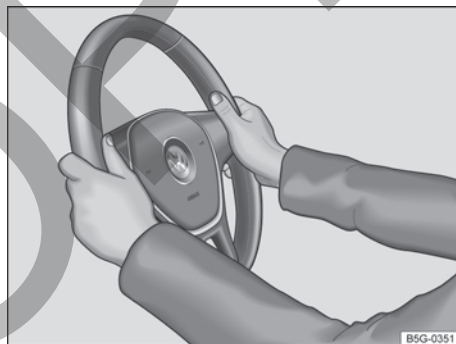

Fig. 52 En el volante: posición 9 y 3 horas.
- Ajustar la posición del volante de forma que pueda sostenerlo lateralmente por el borde exterior *posición equivalente a las 9 y a las 3 horas* → **fig. 52** con ambas manos y los brazos ligeramente doblados.
- Empuje la palanca ① siempre por su mango con firmeza hacia arriba después del ajuste, para bloquear la posición del volante.
- Durante la conducción, siempre sujete el volante con ambas manos lateralmente en el borde externo *en la posición equivalente a las 9 y a las 3* → fig. 52, para reducir las lesiones provocadas por un disparo del airbag frontal del conductor.